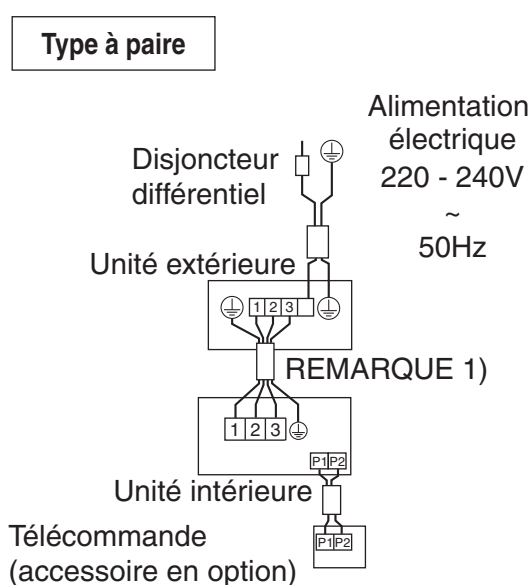

Fig. 31
- **Type en paire:** 1 télécommande commande 1 unité intérieure (système standard). (**Reportez-vous à la Fig. 31**).